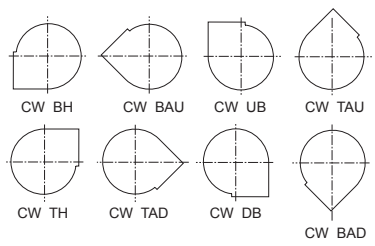

Figura 3
- 1. Este ventilador Dayton se ensambla y se envía en la posición de tiro hacia arriba. Si desea otra posición, consulte la Figura 3 (vista desde el lado de transmisión) para conocer las posiciones de salida opcionales.